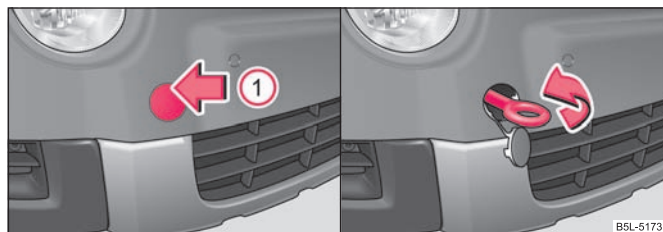

Fig. 182 Bara de protecție față: Demontarea capacului / Montarea inelului de tractare
- Apăsați pe jumătatea superioară a capacului în sensul indicat de săgeata ① ⇒ fig. 182.
- Înșurubați cârligul de tractare spre stânga până la limită ⇒ fig. 182 - dreapta și strângeți-l cât de mult posibil. Pentru strângere, vă recomandăm de exemplu să utilizați cheia de roți*, inelul de ancorare al unui alt autovehicul sau un alt obiect asemănător, pe care să îl puteți introduce în cârlig. ▶